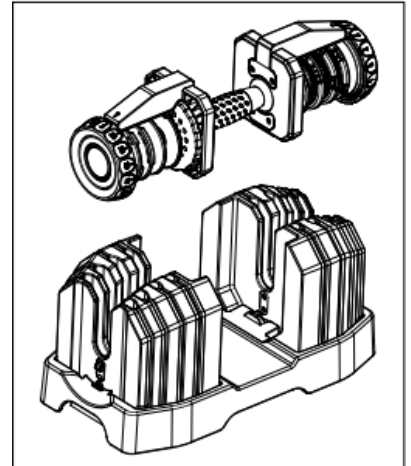

Abbildung 2
2. Sie sollten die Griffe vom Sockel abnehmen können, wobei die Platten zurückbleiben ( Abbildung 2 ).